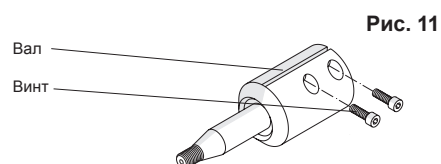

Рис. 11
7. См. Рис. 11. Ослабить винты на муфте вала и вытащить вал, затем заменить эл.-двигатель.